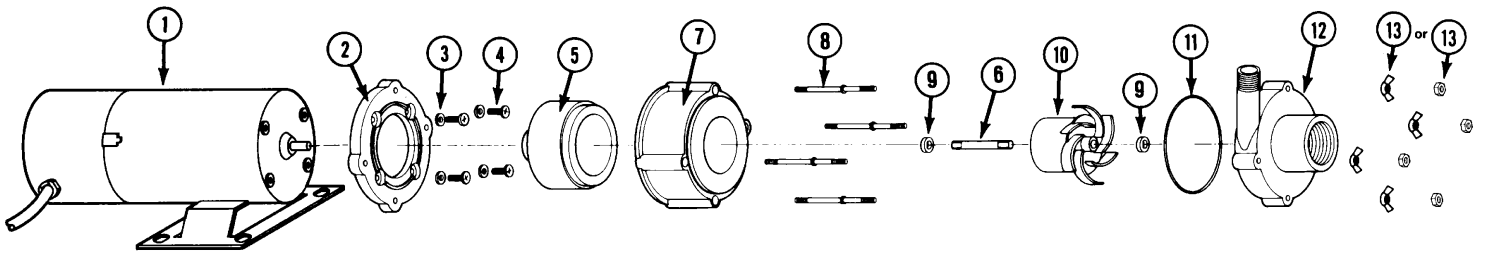

Figure 3 • Figure 3 • Figura 3
2. All wetted parts can be serviced by removing the 4 nuts (Figure 3, item 13) which hold the volute to the housing. The pump head components can easily be replaced in the field if necessary.
1. Les pompes sont livrés entièrement pré-assemblées et ont subi des essais. S'assurer avant le fonctionnement que les écrous (Figure 3, article 13) à oreille sont bien serrés.
2. Toutes les pièces en contact avec un liquide peuvent être enlevées pour l'entretien. Enlever les 4 écrous à ailettes (Figure 3, article 13) du boîtier. Si c'est nécessaire, les principales composantes de la pompe peuvent facilement être remplacées sur place.